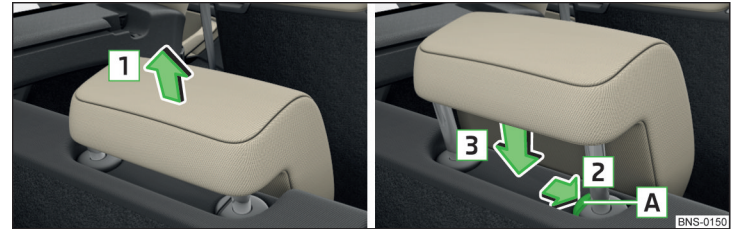

Fig. 100 Reglarea înălțimii tetierei de pe al treilea rând de scaune
- ▶ Prindeți tetiera și deplasați-o **în sus** în sensul săgeții **1** » fig. 100.